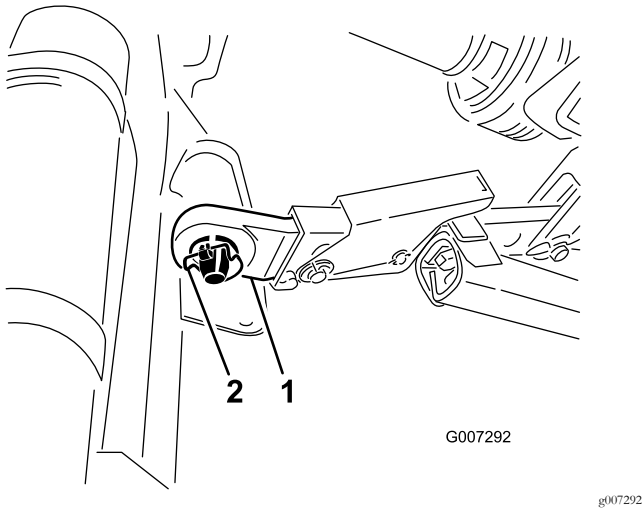

Bild 6
- Stecken Sie den rechten und linken unteren Gestängearm auf die Anbauvorrichtungsstifte (Bild 6).